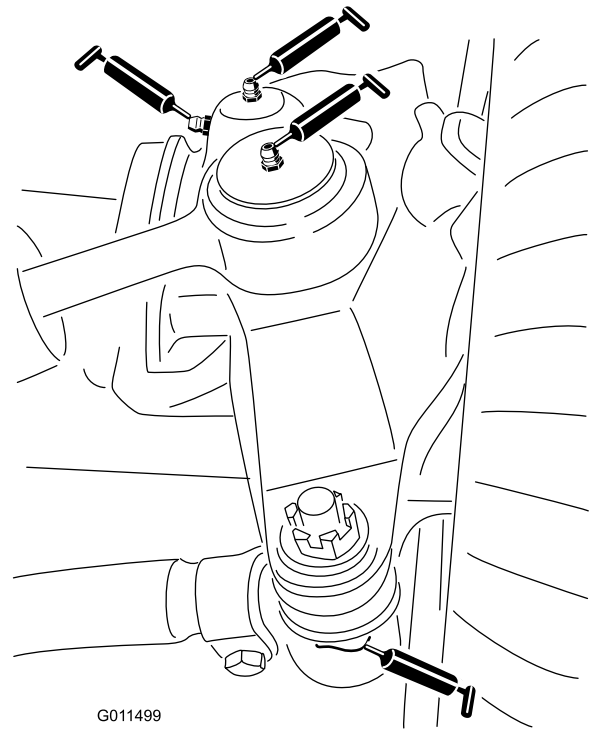

Figura 66
- Duas rótulas esféricas do cilindro da direção (Figura 66)
- Duas rótulas esféricas da barra de ligação (Figura 66)
- Dois casquilhos do pino principal (Figura 66). **O bocal superior do pino principal apenas deverá ser lubrificado uma vez por ano (2 bombas).**